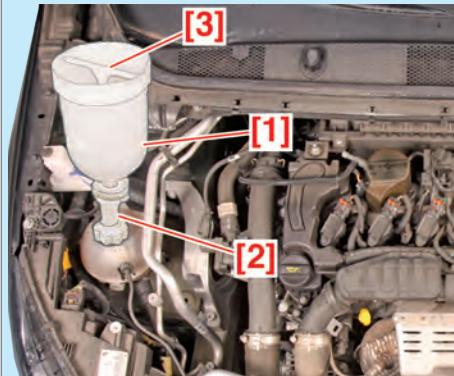

Fig.2
- Monter l'adaptateur [2] sur réservoir de liquide de refroidissement en lieu et place du bouchon (Fig.2).